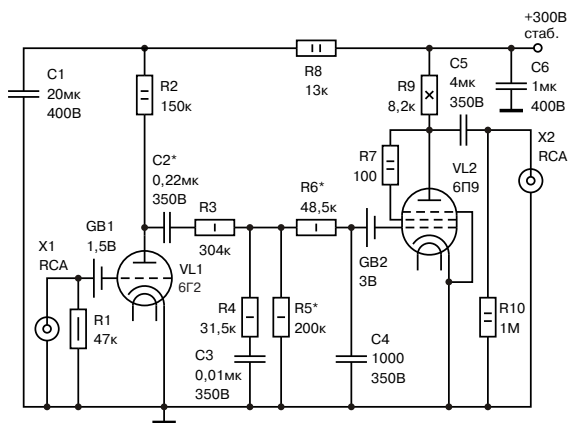

Рис. 1.54. *Корректор «Железный кулак». Схема*
Существуют двойные лампы, содержащие триоды, различные по своим параметрам, а также триод-пентоды. Однако возможности выбора из монотриодов существенно шире. Кроме того, последние обладают (как правило) меньшим уровнем собственных шумов. Если в варианте корректора (рис. 1.52) оба каскада построены на однотипных лампах (6Г2), то в схеме (рис. 1.54) — на различных. В первом также используется 6Г2 — триод с высоким коэффициентом усиления (100), а во втором — пентод 6П9 в триодном включении, что позволило значительно снизить внутреннее сопротивление лампы, а, следовательно, второго каскада и всего корректора в целом.